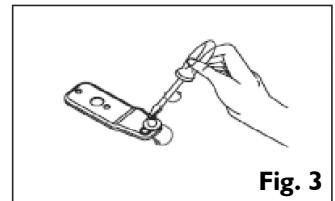

Fig. 3
2. Dévissez la cheville de la charnière inférieure et vissez-la sur l'autre charnière (Fig. 3). Vissez la charnière avec sa cheville à gauche et l'autre à droite.